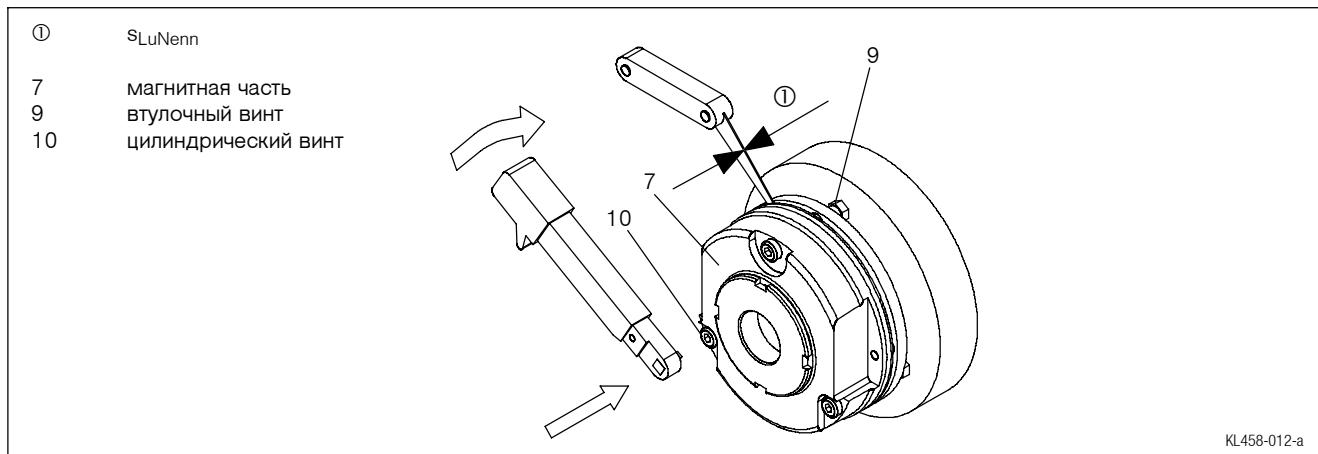

Рис. 8
6. Равномерно затяните винты (10). (значения крутящего момента смотрите в таблице Характеристик в разделе 3.3 и на Рис. 8).
7. Проверьте люфт s_{LuNenn} рядом с винтами (10) при помощи щупа (s_{LuNenn} смотрите в таблице Характеристик в разделе 3.3 и на Рис. 8).